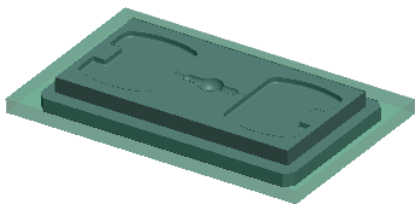

图 10.4.24 切减材料后的模型
Step2. 在系统弹出的“相交元件”对话框中, 依次单击  按钮和  按钮, 然后单击  按钮, 完成材料切减, 切减后的模型如图 10.4.24 所示。